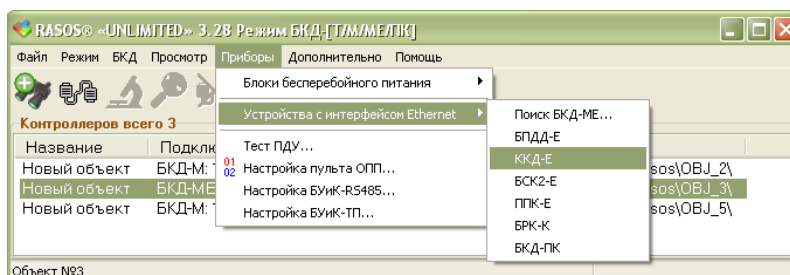

Рисунок 33 - Поиск блоков ККД-Е
2. Запустить программу «RASOS», в основном меню выбрать «Приборы/ Устройства с интерфейсом Ethernet/ ККД-Е» (рисунок 33).